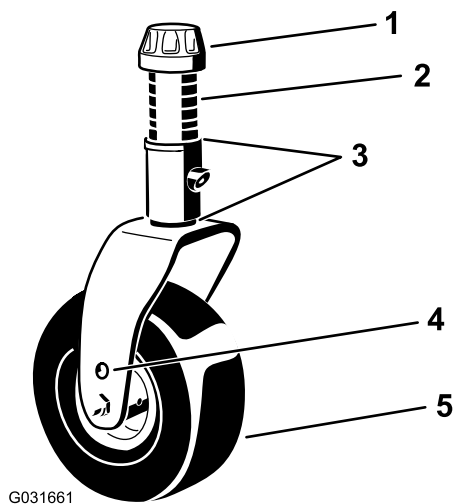

Figura 17
4. Usando la llave suministrada, afloje el casquillo tensor, retírelo del eje de la rueda giratoria, y retire el eje del brazo de la rueda giratoria (Figura 17).
7. Coloque los suplementos (igual que en la instalación original) y los demás espaciadores en el eje (Figura 17).
8. Instale el casquillo tensor y apriételo con la llave suministrada para sujetar el conjunto (Figura 17).